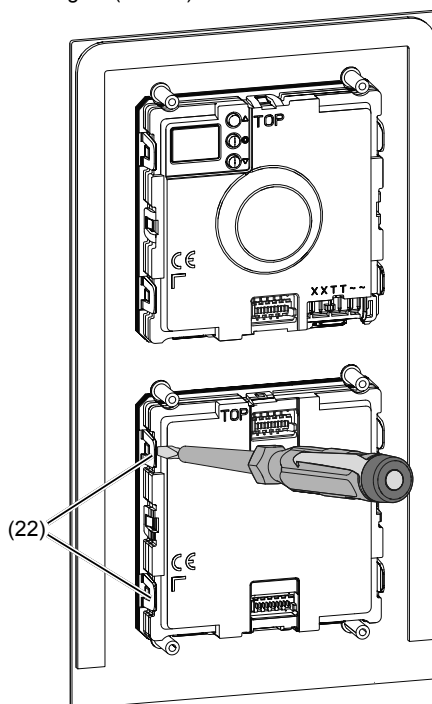

Bild 17: Modul entriegeln
(20) Schrauben
(21) Modul-Halterung
- Zur Modul Entnahme die seitlichen Haltetaschen (22) der Modul-Halterung durch vorsichtiges Hebeln mit einem Schraubendreher entriegeln (Bild 17).